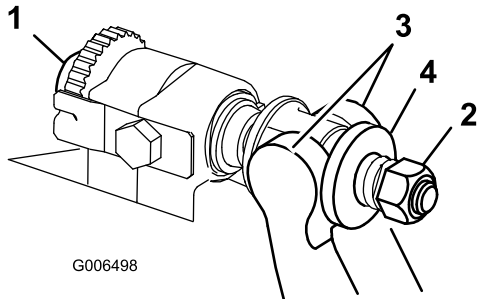

Figura 23
1. Rotii uruburile de reglare pentru bara de cadru în sens invers acelor de ceasornic pentru a îndepărta contracuitul de cilindru (Figura 23).
2. Deurubai piulița pentru tensionarea arcului până când aiba nu mai este lipită de bara de cadru (Figura 23).